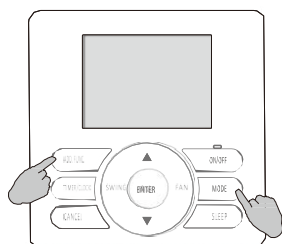

Рис. 1
1. Одночасно натисніть і утримуйте кнопку режиму та кнопку ADD. FUNC. (ДОДАТКОВА ФУНКЦІЯ) упродовж 3 секунд, щоб увійти в стан зчитування параметрів. Після цього коди зчитування параметрів відображатимуться в області відображення температури (див. рис. 1).